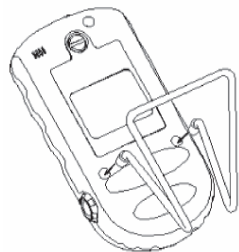

Figura 2-3 Fijación soporte
4) Fijar el soporte, como se muestra en la figura 2-3.